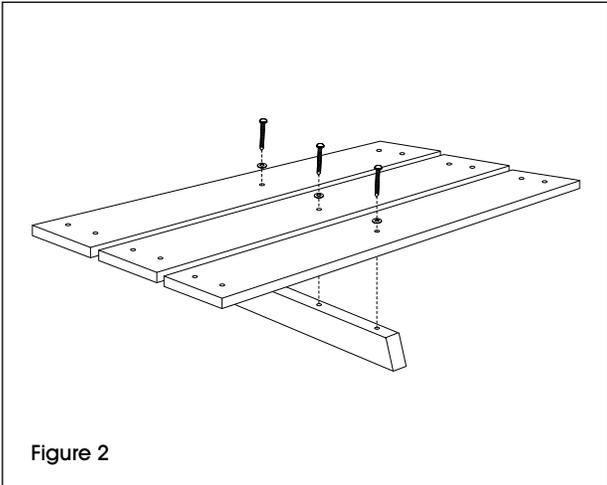

Figure 2
5. Alignez les trous prépercés centraux des planches de table sur le support de dessus de table (angles différents). Fixez les tire-fonds de 3 ½ po et les rondelles en utilisant la perceuse et la douille tournevis de 7/16 po. (Voir Figure 2)